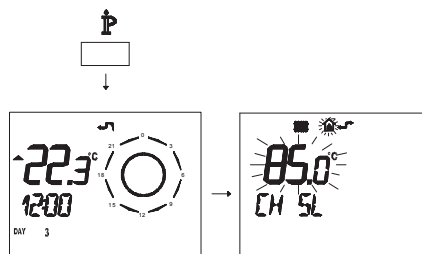

Figura 5.35
- Premere per più di 3 secondi il pulsante P per entrare in modalità **INFO** (Figura 5.35).